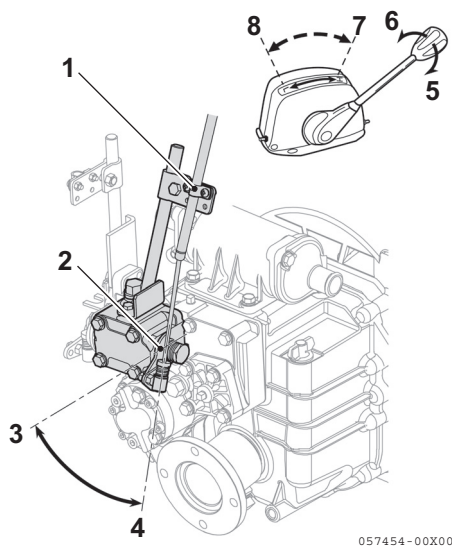

Figure 10
1. Assicurarsi che la leva pesca a traina (Figure 10, (2)) sia nella posizione alta velocità (Figure 10, (4)) quando l'impugnatura del comando a distanza pesca a traina è in posizione alta velocità (Figure 10, (7)).
2. Assicurarsi che la leva pesca a traina sia nella posizione bassa velocità (Figure 10, (3)) quando l'impugnatura del comando a distanza pesca a traina è in posizione bassa velocità (Figure 10, (8)).
3. Per regolare, allentare la vite di regolazione del raccordo cavo (**Figure 10, (1)**) e regolare la posizione del cavo.